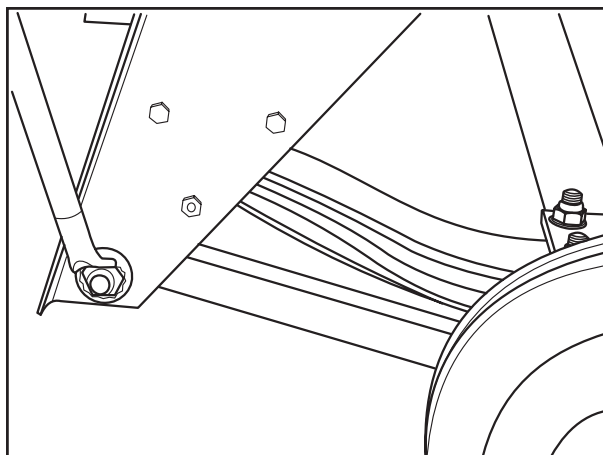

Рис. 1
- [4] Открутить стопорные гайки (рис. 1) с крепежных болтов левой и правой реактивной тяги.
- исполнение с жесткой реактивной тягой на опоре (рис. 1)